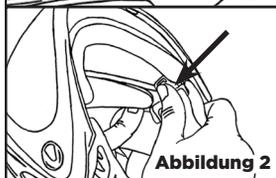

Abbildung 2
- 2 Sobald die beiden Befestigungsclips gelöst sind und sich in vorderer Position befinden, drücken Sie auf die linke und rechte hintere Ecke des Maskenglases, die sich hinter dem Befestigungsclip befindet. [Siehe Abbildung 2]